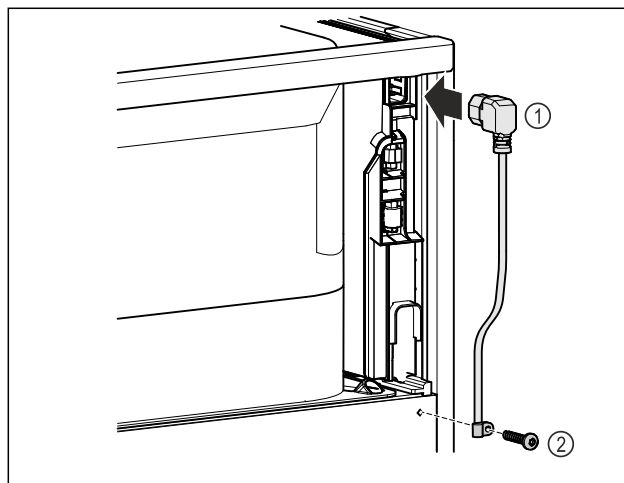

Fig. 11
- ▶ Sæt køleskabsudtagets strømkabel Fig. 11 (1) i på apparatets bagside.
- ▶ Monter trækaflastningen. Fig. 11 (2)